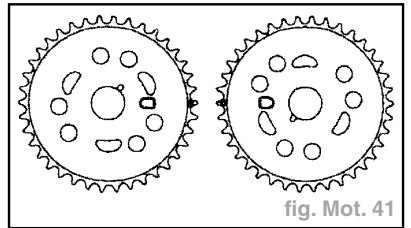

fig. Mot. 41
- les repères sur les pignons d'arbres à cames doivent se faire face exactement à hauteur de la face supérieure de la culasse (fig. Mot. 41),